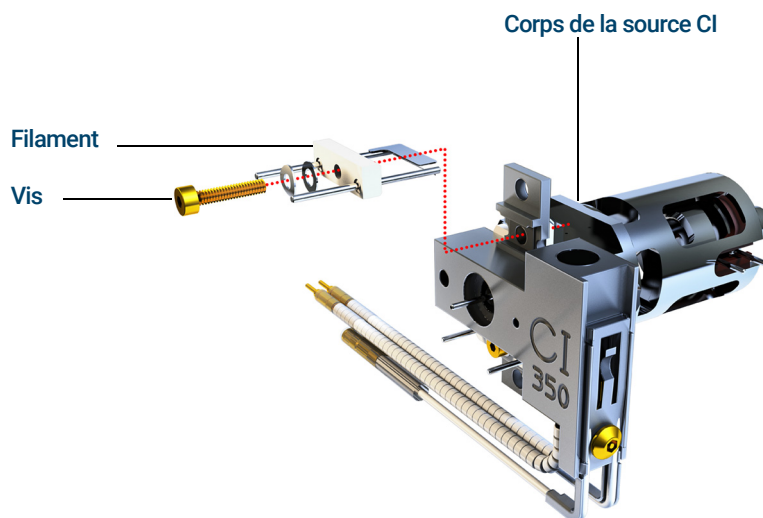

Figure 90. Changement du filament de la source CI
- 4 Retirer la vis maintenant le filament dans la source CI. (Voir **Figure 90** page 300.)
- 5 Faire coulisser le filament hors de l'ensemble de la source CI. (Voir **Figure 90** page 300.)
- 2 Placer le nouveau filament en position dans le corps de la source d'ionisation. (Voir **Figure 90** page 300.)